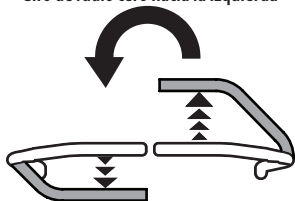

Fig. 28
- Para girar en sentido contrario a las agujas del reloj, mueva la palanca de control de la transmisión de la barra de seguridad derecha hacia adelante mientras mueve simultáneamente la palanca de control de la transmisión de la barra de seguridad izquierda hacia atrás (Fig. 28).